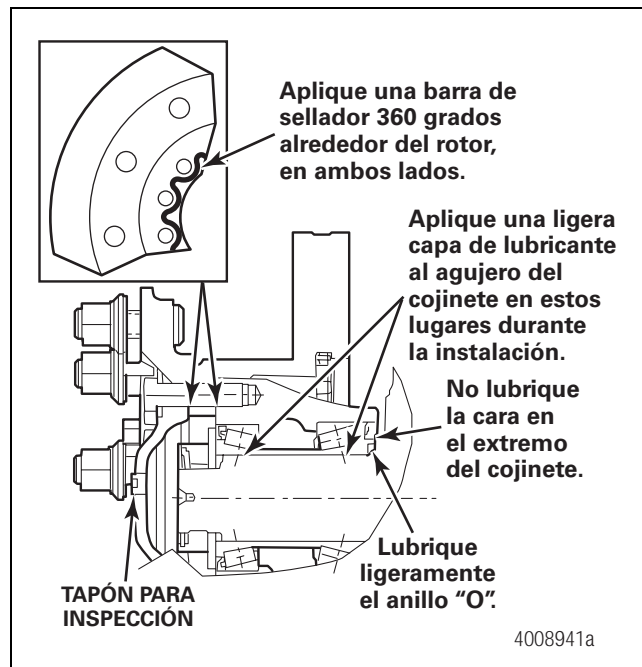

Figura 6.10
7. Aplique una barra de sellador anaeróbico como, por ejemplo, el Eliminador de Juntas Loctite® 518 360 grados alrededor del rotor en ambas superficies de contacto y en el interior del círculo de pernos. Figura 6.10. El sellador debe aplicarse antes de montar el rotor y el adaptador de rueda para evitar que penetre humedad en el cojinete. No use ningún tipo de sellador de juntas que no sea sellador anaeróbico.